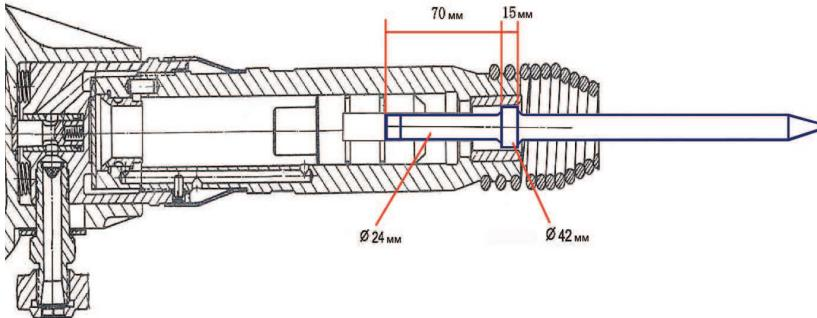

рис. 2
6.7 Для удержания пика от выпадения, на ствол молотка навинчивается концевая пружина 1. В зависимости от условий работы в молотке могут применяться пика, лопатка, топорик или другой инструмент с требуемым оформлением рабочего конца (рис. 2)